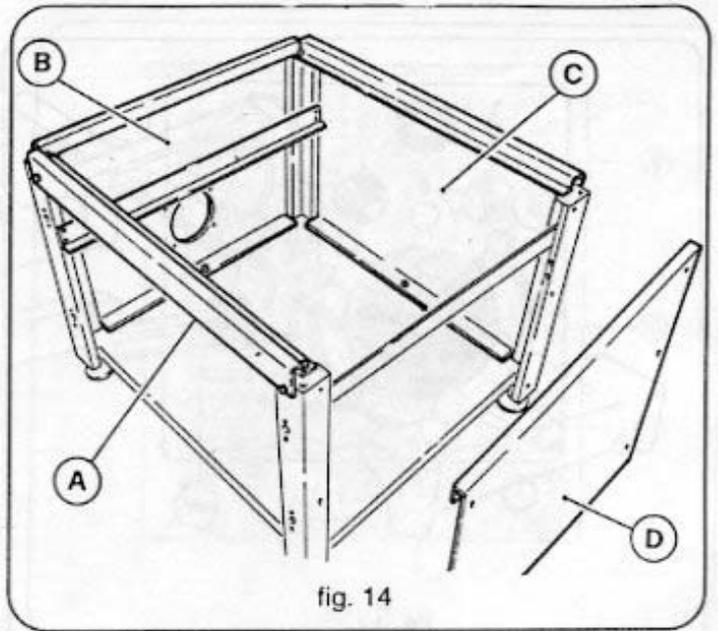

fig. 14
- Den Tisch wie in Abb. 14 gezeigt aufstellen und die Versteifung A mit den 4 Schrauben M6x16 anbringen.